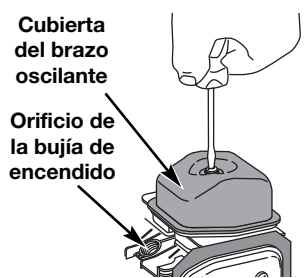

Fig. 33
7. Limpie la suciedad de alrededor de la cubierta del brazo oscilante. Saque el tornillo que sostiene la cubierta del brazo oscilante con un destornillador grande de vástago plano o con una broca Torx T-25 (Fig. 33). Saque la cubierta y la junta del brazo oscilante.
- El pistón se encuentre en la parte superior de su recorrido mientras mira dentro del orificio de la bujía de encendido (Fig. 33).